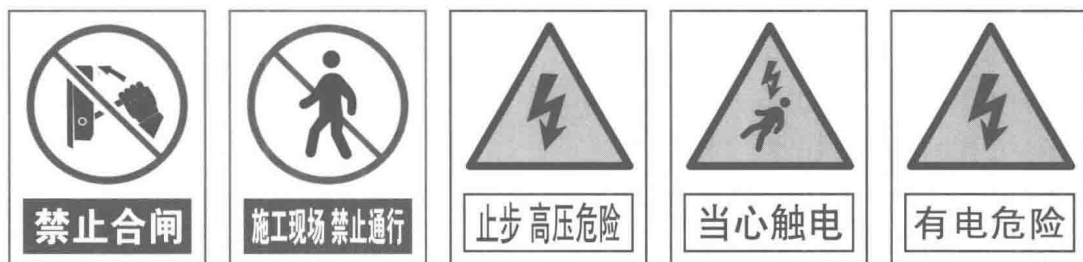

图1-2 几种常见的警示牌
③必须学会和掌握触电急救技术。
①在进行电气设备安装和维修操作时,必须严格遵守各种安全操作规程和规定,不得玩忽职守。
②操作时要严格遵守停电操作的规定,要切实做好防止突然送电时的各项安全措施,如挂上“有人工作,不许合闸!”的警示牌,如图1-2所示,锁上闸刀或取下总电源保险器等。不准约定时间送电。